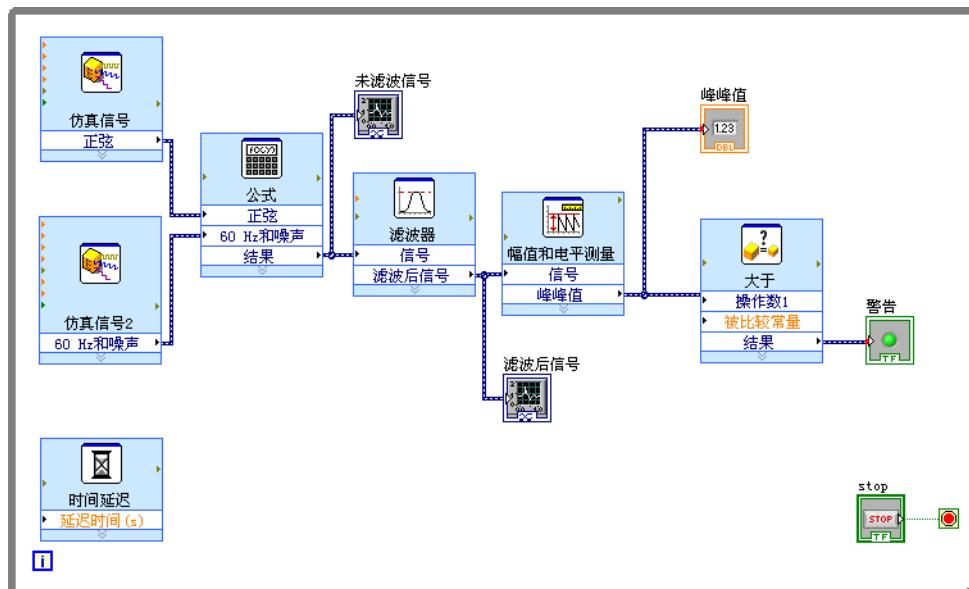

图 3-5 警告灯 VI 的程序框图
1. 在程序框图上，将**警告**接线端移至“大于”Express VI 的右侧。确保**警告**接线端位于 While 循环内部，如图 3-5 所示。
程序框图如图 3-5 所示。